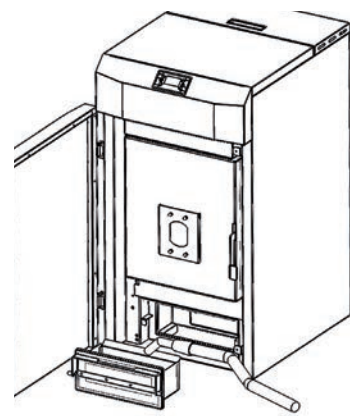

Fig. 4
- Estrarre il cassetto e rimuovere i residui all'interno; (Fig. 4)